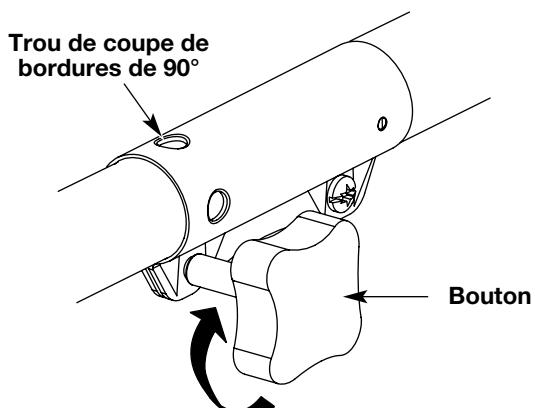

Fig. 11
3. Serrez le bouton en le tournant à droite (Fig. 11).
Pour couper les bordures à l'aide de la tête d'accessoire de coupe sur les modèle EZ-LinkMC, verrouillez le bouton de déclenchement de l'accessoire de coupe dans le **trou de 90°** (Fig. 11).